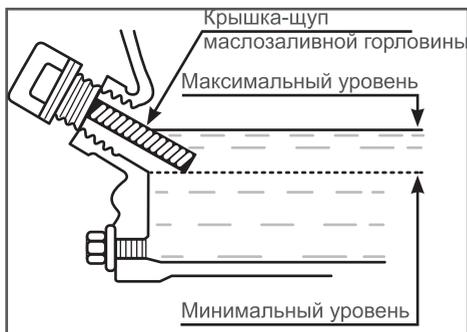

Рис. 22. Проверка уровня масла в картере
4. Аккуратно извлеките щуп и осмотрите его. Уровень масла должен соответствовать верхней отметке на щупе. При недостаточном уровне масла в картере необходимо долить чистое масло до верхней отметки на щупе, что соответствует нижней кромке заливного отверстия (Рис. 22).